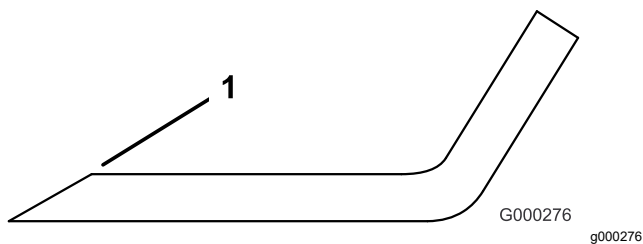

**Figura 124**
2. Examine cuidadosamente los extremos de corte de la cuchilla, sobre todo en el punto de reunión entre la parte plana y la parte curva de la cuchilla (Figura 124).
**Nota:** Puesto que la arena y cualquier material abrasivo pueden desgastar el metal que conecta las partes curva y plana de la cuchilla, compruebe la cuchilla antes de utilizar el cortacésped. Si se aprecia desgaste (Figura 124), cambie la cuchilla.